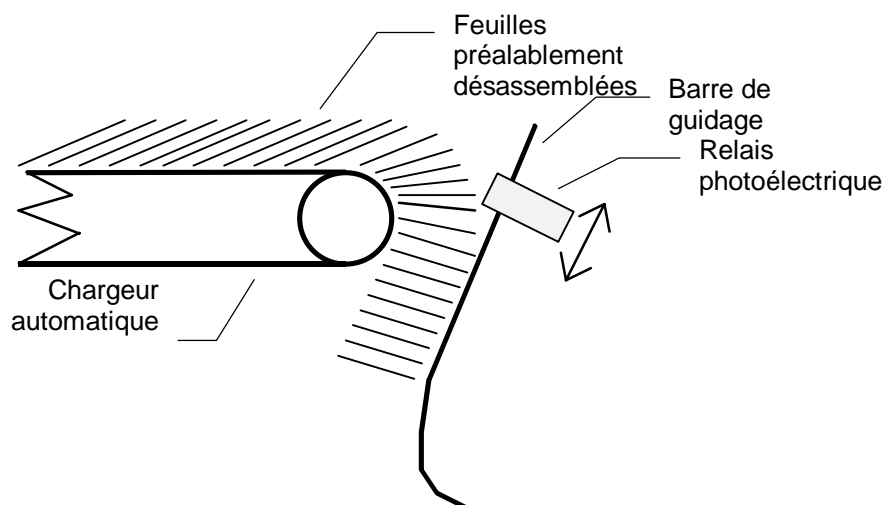

Fig. 11.1 : Croquis du chargeur automatique
- ⇒ Introduire les feuilles dans la trémie du margeur et les empiler sur l'autochargeur (voir figure 11.1.). Tenir compte du fait que les feuilles seront désassemblées.